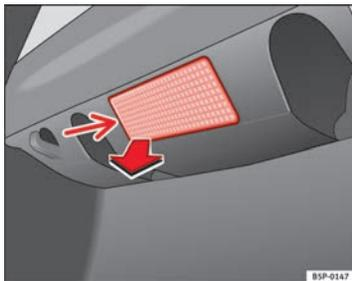

Fig. 198 Luz maletero
- Extraiga la tulipa haciendo presión sobre el borde de la parte interior de la misma (flecha) con ayuda de un destornillador por su parte plana ⇒ fig. 198.